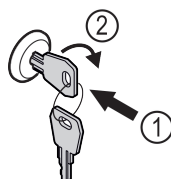

Fig. 182
- ▶ Włożyć kluczyk. Fig. 182 (1)
- ▶ Przekręcić kluczyk o 90° w prawo. Fig. 182 (2)